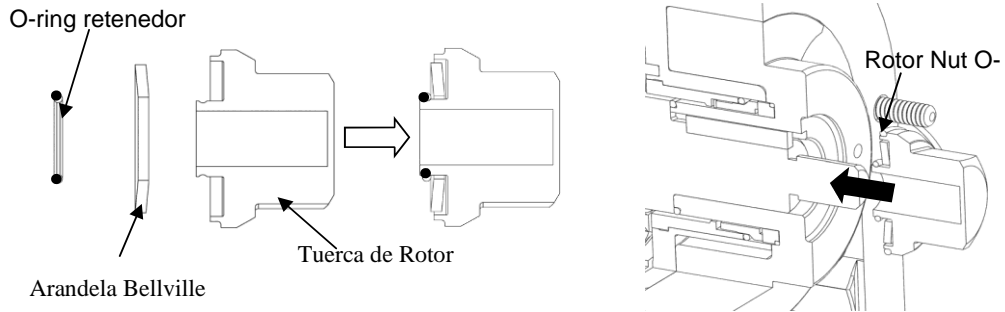

Figura 32: Ensamble tuerca de Rotor
- 6) Instale las arandelas Bellville en las tuercas del rotor en la orientación que se muestran y manténganlas en su lugar usando las pequeñas juntas tóricas de retención (Figura 32). Instale una junta tórica de la tuerca del rotor antes de enroscar la tuerca en el eje.